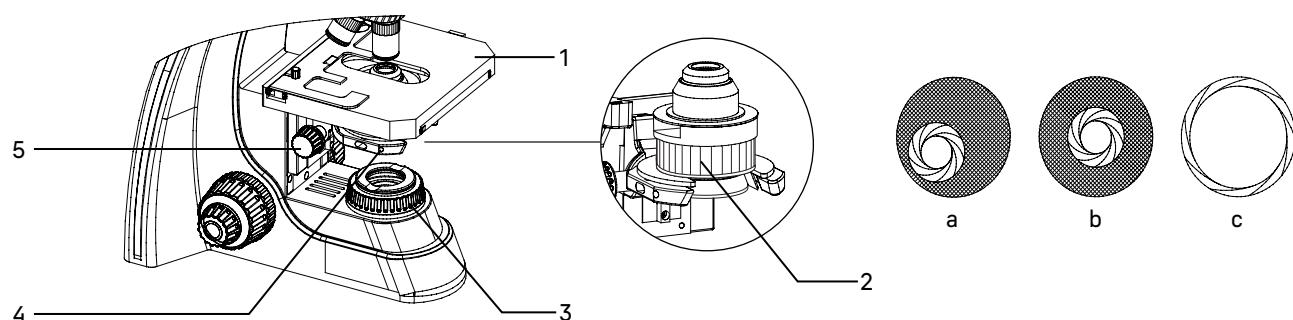

Рис. 11. Центрировка конденсора
- Наблюдая в окуляры, прикройте полевую и апертурную диафрагму, так чтобы была освещена только центральная часть поля зрения – рис. 11а.
- Приведите изображение в центр поля зрения окуляра с помощью центрировочных винтов конденсора 4 – рис. 11б.
- Раскройте полевую диафрагму 3 немного больше, чем размер поля зрения – рис. 11с. Может потребоваться дополнительная центрировка.